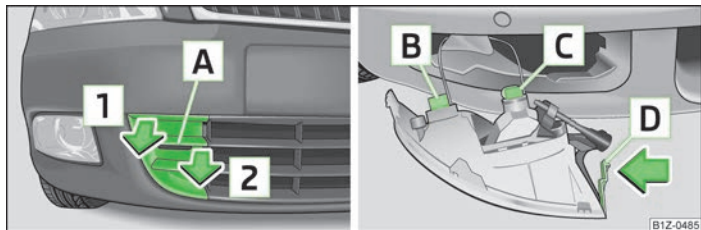

Fig. 164 Bara de protecție față: Grilaj de protecție/demontarea proiectoarelor de ceață
Disponerea becurilor » fig. 164.
- Introduceți degetele în orificiul  » fig. 164.
- Introduceți mâna în deschizătura în care s-a aflat capacul și apăsați elementul de fixare  » fig. 164 în sensul săgeții.